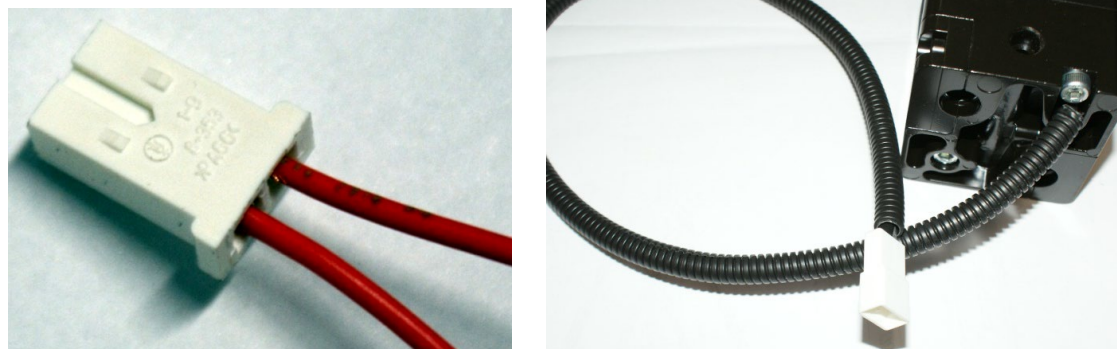

Рис. 3.17
3.3.3. Разъем жгута 2-х контактный присоединить к разъему, отходящему от рукоятки джойстика (рис. 3.17)